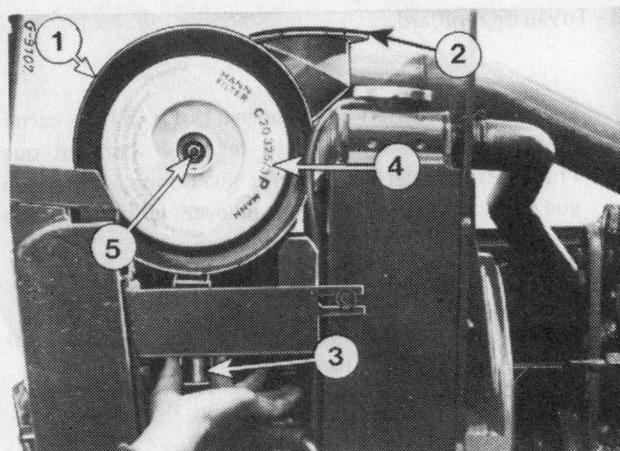
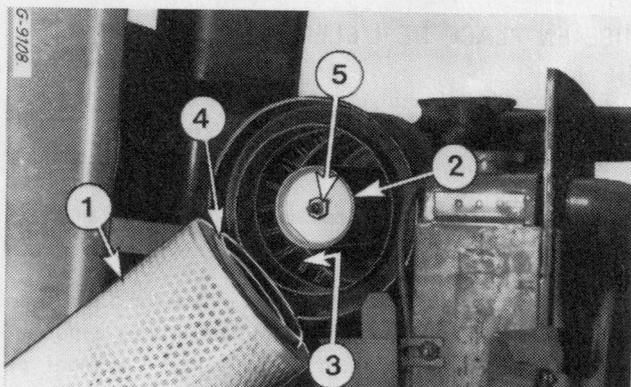

Figure 57
Figure 58
L'air aspiré est animé d'un tourbillon rapide autour de l'élément filtrant en passant par les ailettes (3), Fig. 58.
Il faut effectuer l'entretien de l'élément principal du filtre (1, Fig. 58), quand la lampe témoin (G), Fig. 57 s'allume, toutes les 750 heures de fonctionnement ou une fois par an.
Observez le conduit d'admission d'air (3, Fig. 57) de manière appropriée. Le contacteur à dépression doit fonctionner et allumer la lampe. Remplacez les pièces défectueuses si tel est le cas.
REPLACEMENT DE L'ELEMENT DE SECURITE (2) Fig. 58
ELEMENT PRINCIPAL (1, Fig. 58)
- 2 - Déposez l'écrou (5, Fig. 57).
- 3 - Déposez l'élément principal (4, Fig. 57). Prenez soin de ne pas faire tomber de saletés sur l'élément (2, Fig. 58).
- 4 - Vérifiez le bon état du joint (4) situé à l'extrémité de l'élément. Si il manque ou s'il est détérioré, changez l'élément. Vérifiez également le joint de l'écrou (5) et changez-le si nécessaire.
NOTE : Une étiquette avec les chiffres 1-2-3-4-5 est fixée sur l'extrémité avant de l'élément de sécurité (2, Fig. 58). A chaque nettoyage de l'élément principal, cochez le chiffre correspondant.
- 1- Engagez l'extrémité ouverte de l'élément neuf (1), Fig. 58 dans le corps de filtre par dessus l'élément (2). Fixez-le au moyen de l'écrou (5), Fig. 57.
ELEMENT DE SECURITE DU FILTRE (2, Fig. 58)
- 1 - Enlevez l'écrou (5), fig. 57 et l'élément principal (4).
- 2 - Enlevez l'écrou (5), fig. 58 et l'élément de sécurité (2).
- 1 - Mettez en place un élément de sécurité (2) fig. 58 neuf et serrez-le avec l'écrou (5).
- 2 - Mettez en place un élément principal (4) fig. 57 neuf par-dessus l'élément de sécurité (2) fig. 58 et serrez-le avec l'écrou (5).
Le vide-poussière (3) fig. 57 élimine automatiquement la saleté accumulée dans le filtre à air.
Vérifiez le vide-poussière chaque 200 heures comme indiqué fig. 57. Assurez-vous que la valve ne soit pas obstruée. Le haut degré de contamination de l'air à certaines saisons (comme la concentration de graines légères) peut nécessiter un démontage et un nettoyage hebdomadaire de la valve. Lorsque vous la remontez assurez-vous qu'elle s'engage correctement sur la nervure du tube support.